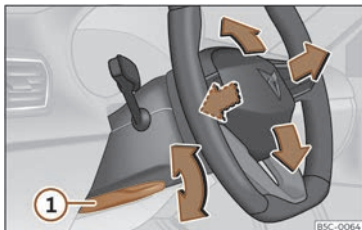

Fig. 8 Palanca a la part inferior del lateral esquerre de la columna de direcció.
• Estireu la palanca»» **fig. 8 ①** cap a baix, moveu el volant fins a la posició desitjada i torneu a pujar la palanca fins al punt de tancament.
• Després d'ajustar la columna de la direcció, empenyeu fermament la palanca »» **fig. 8 ①** cap amunt perquè el volant no canviï de posició accidentalment durant la marxa.